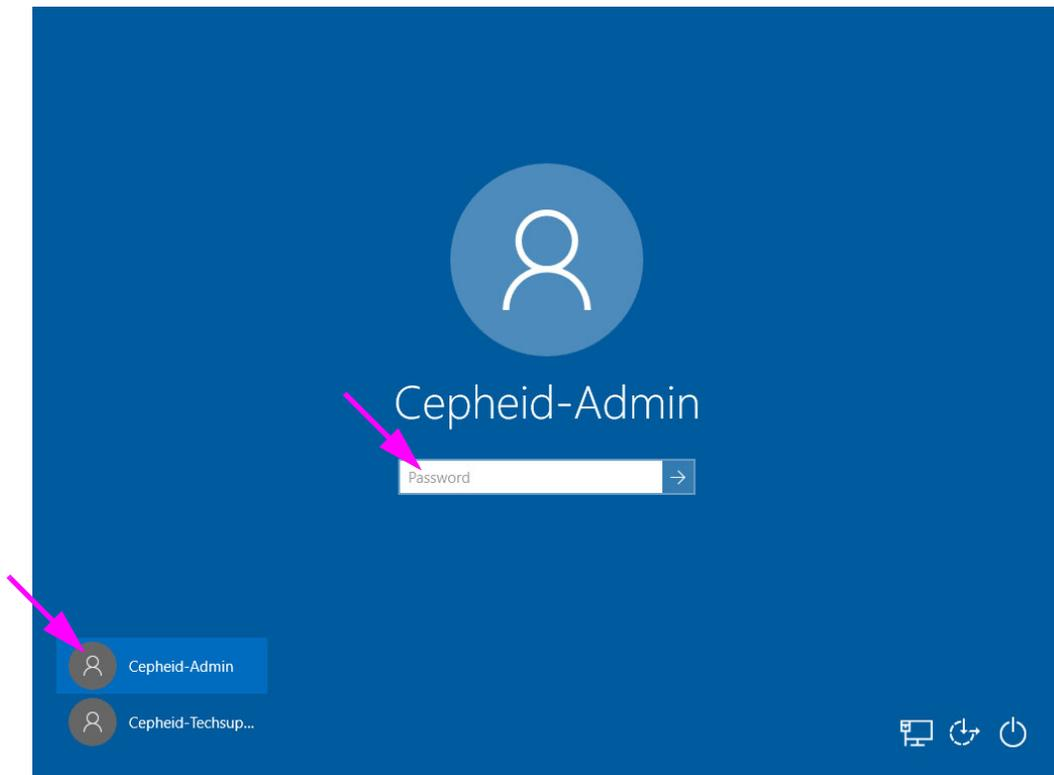

图 2-5. Windows 10 帐户和密码屏幕
1. 在 Windows 10 上，开机后，出现 Windows 锁定屏幕。请参见图 2-4。点击屏幕上的任意位置以显示 Windows 帐户和密码屏幕。请参见图 2-5。
**Cepheid-Admin** 帐户适用于所有客户任务，如运行测试、系统配置和软件更新。而 **Cepheid-Techsupport** 帐户仅供 Cepheid Technical Support 使用。请参见图 2-5。
2. 在 Windows 帐户和密码屏幕上，选择 **Cepheid-Admin** 用户帐户（请参见图 2-5）。
3. 在 Windows 帐户和密码屏幕（参见图 2-5）上，输入密码。默认密码为 **cphd** 并且必须在初始登录时更改（按照软件的指示）。密码由系统管理员更改后，输入分配的密码以供今后登录使用。显示 Windows 10 桌面。